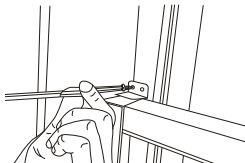

Fig.9
C. Pour fixer le châssis en place, fixez le verrou du châssis avec une vis de 3/4 ou 1/2 po (19 ou 12,7 mm), comme démontré (fig. 9).